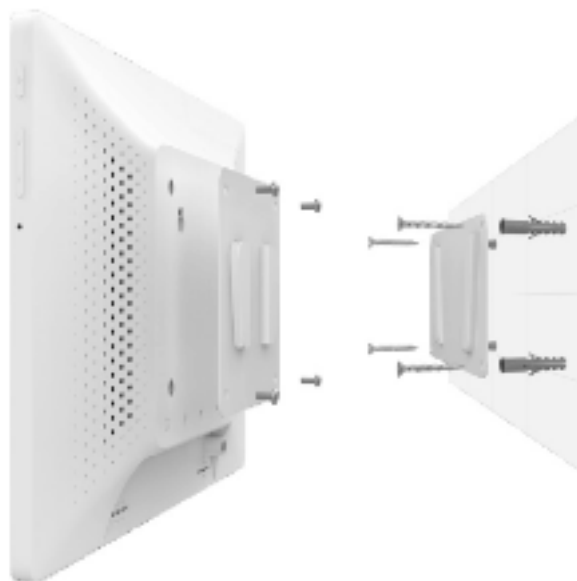

Рисунок 5 - Монтаж панели
- Вставить монтажное крепление в закрепленный на вертикальной поверхности кронштейн (Рисунок 5).